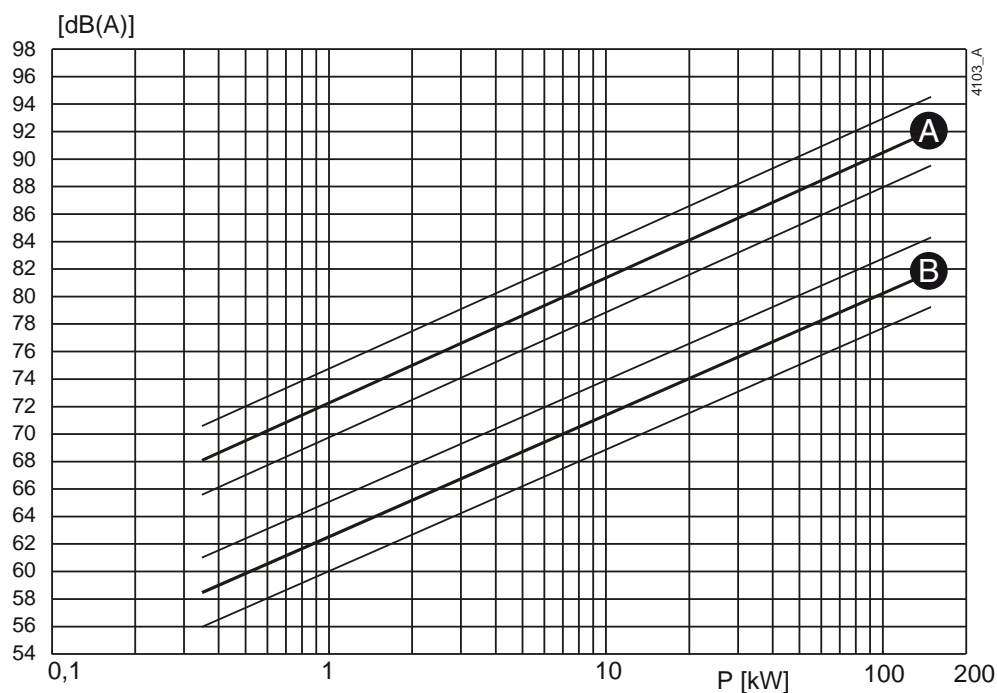
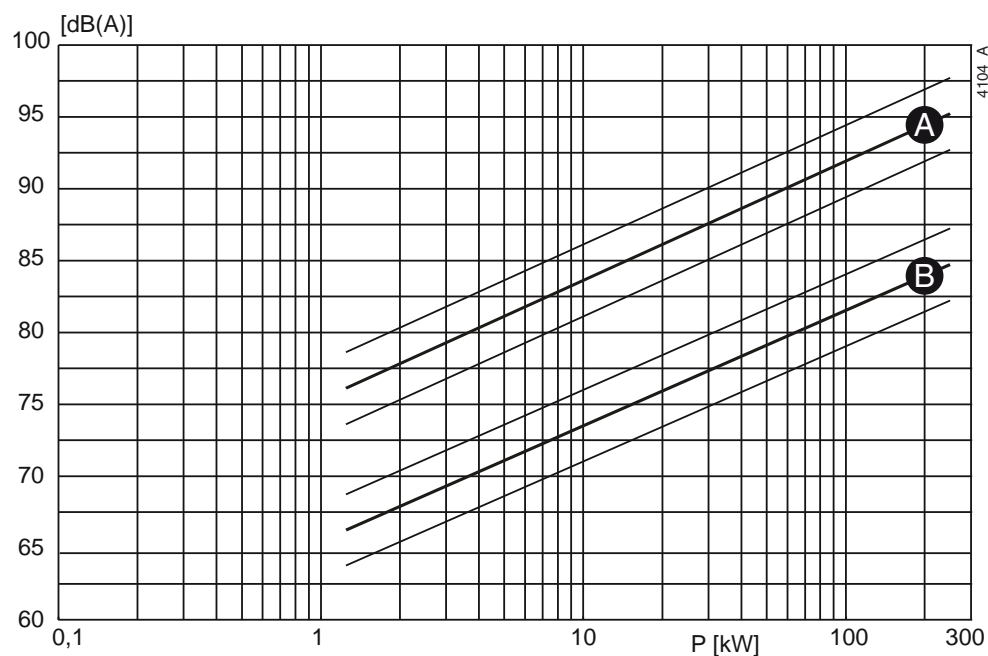

Рисунок 41. Зависимость уровня шума от мощности насоса [кВт] при 1450 об/мин
Рисунок 42. Зависимость уровня шума от мощности насоса [кВт] при 2900 об/мин
- 1 Определите уровень шума ($L1$) насоса, см. рисунок 41 или рисунок 42.